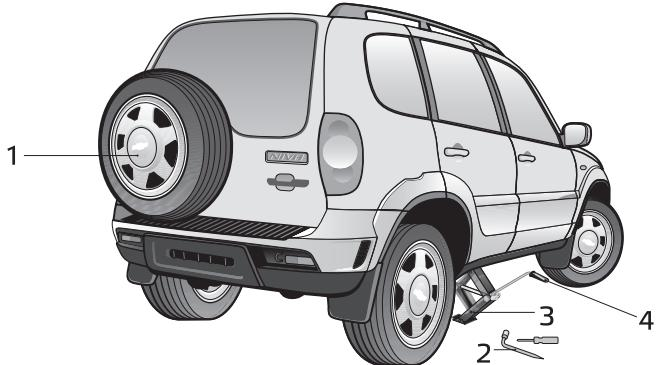

Рис. 56. Подъём автомобиля при замене колёс
2. Достаньте домкрат 3, рис. 56, который крепится эластичным ремнём в багажнике на арке заднего левого колеса, сумку с инструментом.